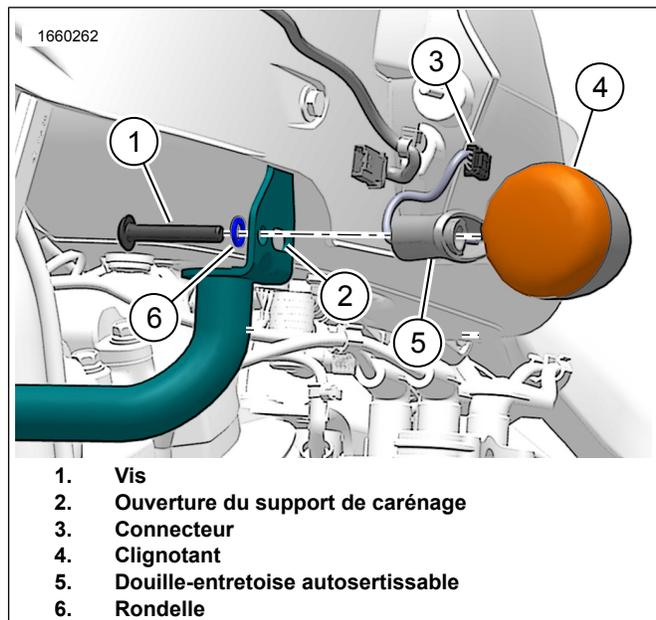

Figure 2. Assemblage du clignotant avant droit
- a. Voir la Figure 2. Déconnectez le connecteur (3).
- b. Retirer la vis (1) et la rondelle (6).
- c. Jeter la rondelle (6).
- d. Retirez le clignotant (4) et la douille-entretoise autosertissable (5).